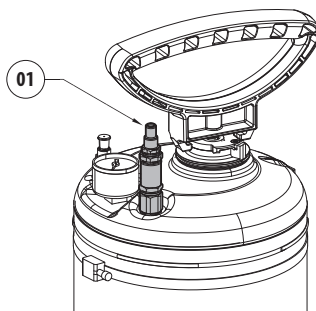

Fig. 26
Conecte o tubo de ar comprimido sobre a válvula de reabastecimento do ar comprimido (01). Depois de gerar a pressão desejada, retire o tubo de ar comprimido. (Fig. 26, página 17).